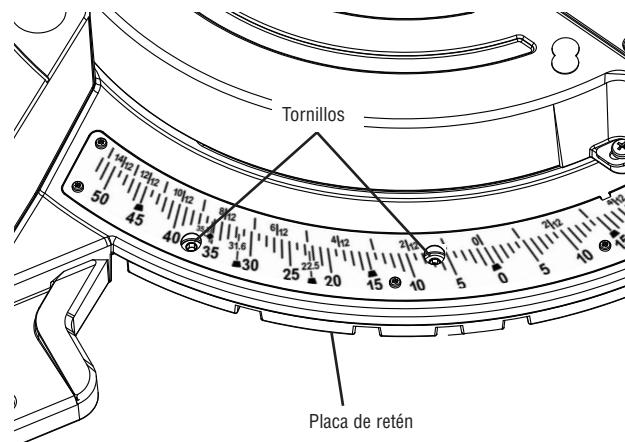

Figura 18
- Busque cuatro agujeros redondos en la placa de la escala de ingletes. En cada agujero hay un tornillo. Utilice el extremo pequeño de la llave hexagonal de 6/4 mm o una llave hexagonal de 4 mm para aflojar los cuatro tornillos de 1 a 2 vueltas. Esto aflojará la placa de retén de inglete (vea la figura 18).